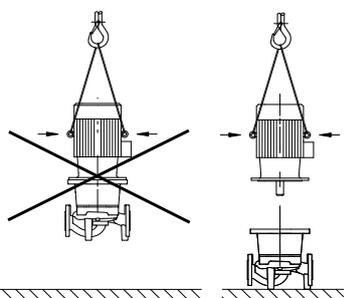

Fig. 5: Elevación del motor
- Las argollas de transporte del motor sirven sólo para el transporte del motor, no para el transporte de toda la bomba (Fig. 5).